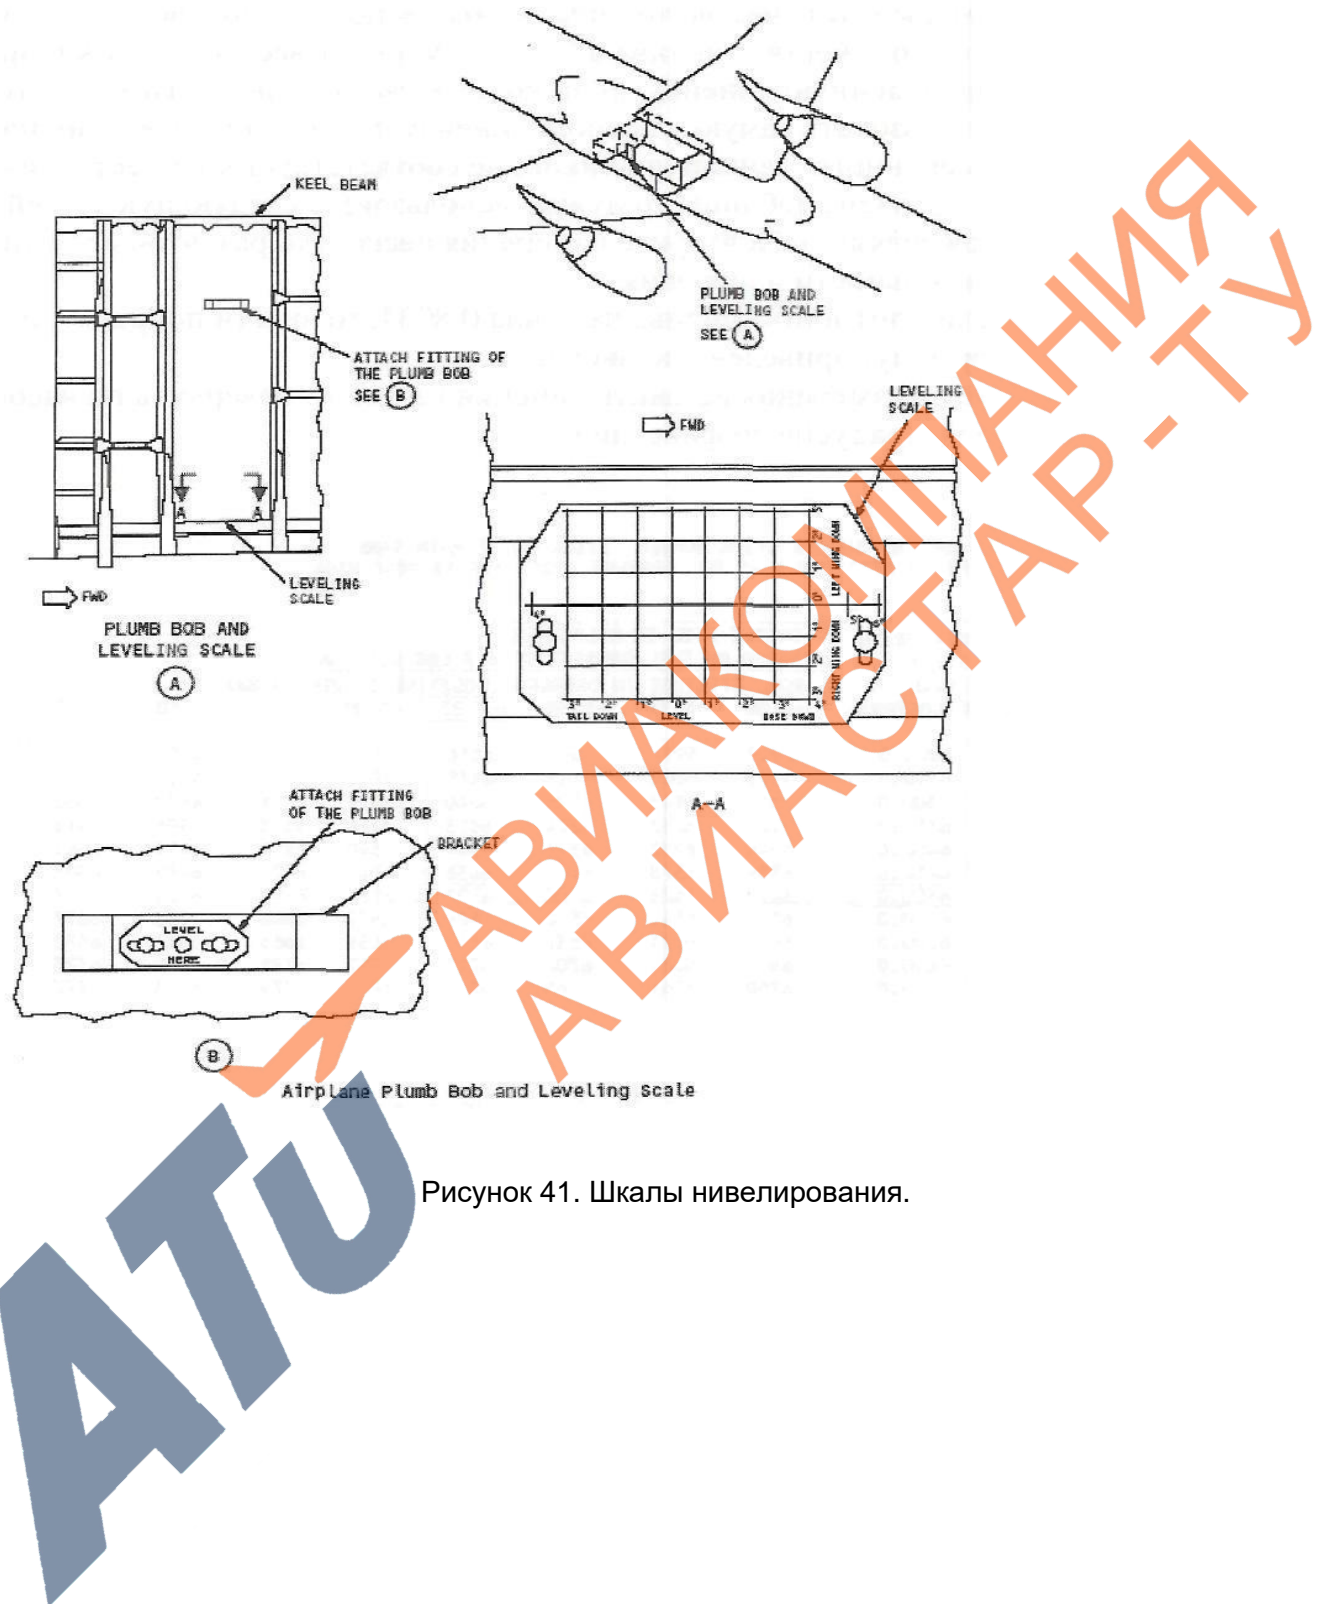

Рисунок 41. Шкалы нивелирования.
- 4.6.17.4 Нумерация линеек начинается от оси самолета. Линейки центрального бака пронумерованы как № 1 и № 2, а остальные как № 3 ... № 7 (в основных баках) соответственно от оси самолета к концу крыла (См. рис. 41). Точность измерения составляет + 50 кг для основных баков и + 100 кг для центрального бака.
Уровнемер для определения находится в нише основных стоек (см. рисунок 41). Каждая из линеек имеет минимальное и максимальное значение количества, при котором её можно использовать.
4.6.17.10.1 Определите тангаж и крен самолета, используя уровнемер (см. рисунок 41). Шкала измерения находится в нише правой основной стойки. Прикрепить уровнемер к шкале с помощью скобы (расположенной выше). По шкале определить тангаж и крен.